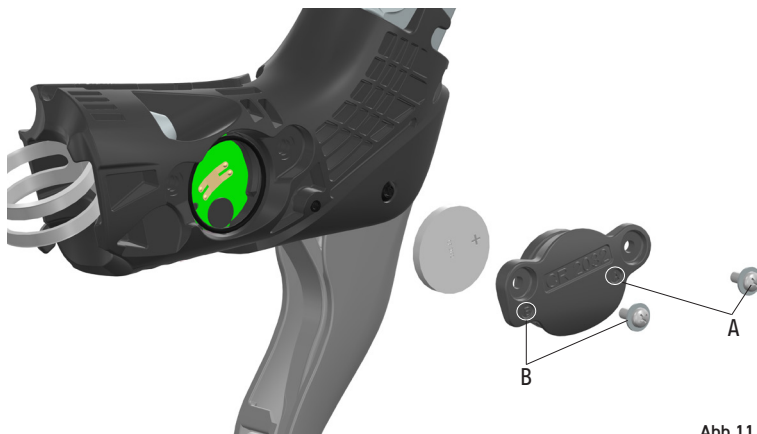

Abb.11
- Verwenden Sie einen Kreuzschlitzschraubendreher, um die Schraube und die Unterlegscheibe in Position A zu lösen und zu entfernen (Abb. 11), und fahren Sie dann mit der Schraube und der Unterlegscheibe in Position B fort (Abb. 11).
- Um die Batterieabdeckung zu entfernen, greifen sie unter die Kante an der Abdeckung in der Nähe der Schraube B (Abb. 11).
- Nehmen Sie die Batterie heraus und legen Sie eine CR2032-Batterie ein. Achten Sie darauf, dass die Seite mit dem „+“-Symbol zur Abdeckung zeigt (Abb. 11).
- Bringen Sie die Abdeckung wieder an und ziehen Sie die beiden Schrauben mit einem Kreuzschlitzschraubendreher fest (Abb. 11).